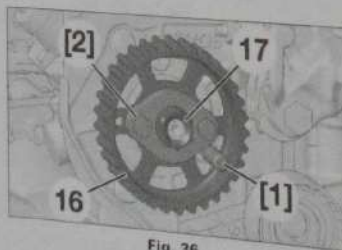

Fig. 36
- Positionner l'outil [2] sur la poulie (16) (Fig. 36).
- Immobiliser la poulie (16) à l'aide de l'outil [1].
- Desserrer l'écrou (17).
- l'écrou (17),
- la poulie (16),